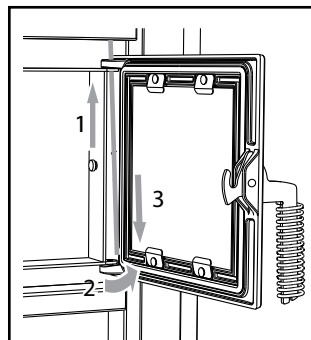

Рисунок 4.
Рисунок 4. Откройте люк, поднимите шип петли вверх (1) настолько, чтобы его можно было удалить из нижнего держателя петли. Прочно удерживая люк, поверните нижний конец шипа (2) на себя так, чтобы его можно было удалить, потянув вниз (3), это позволяет удалить как шип, так и люк.